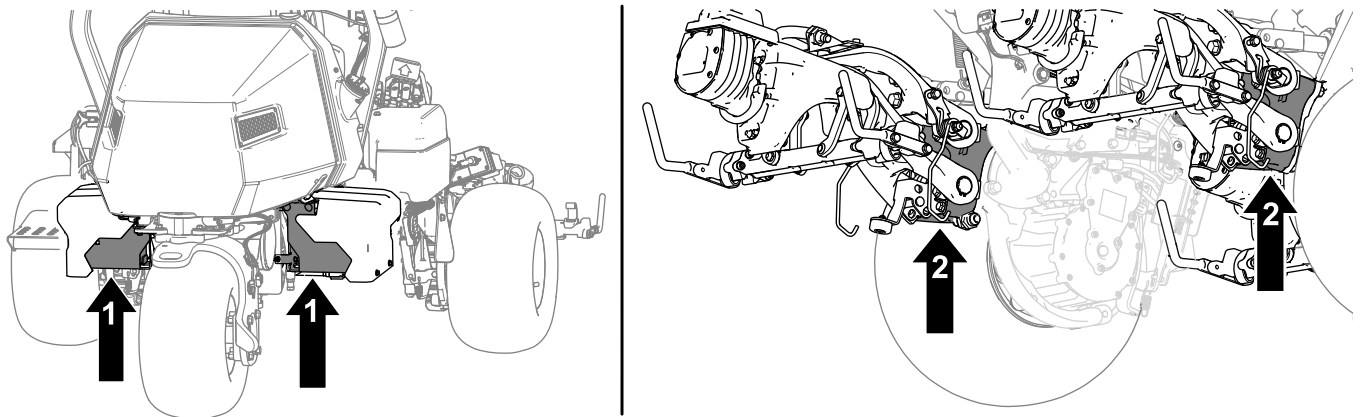

图 36
2. 抬起机器后请在以下区域下方使用合适的顶车架支撑机器 图 36